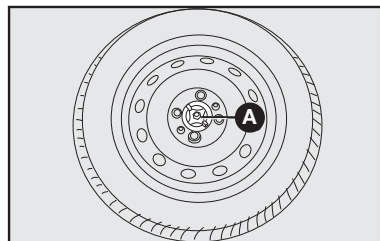

fig. 2
- Afloje el dispositivo de bloqueo **A**-**fig. 2**, saque la rueda de repuesto y el portaherramientas colocándolos junto a la rueda que debe sustituir.